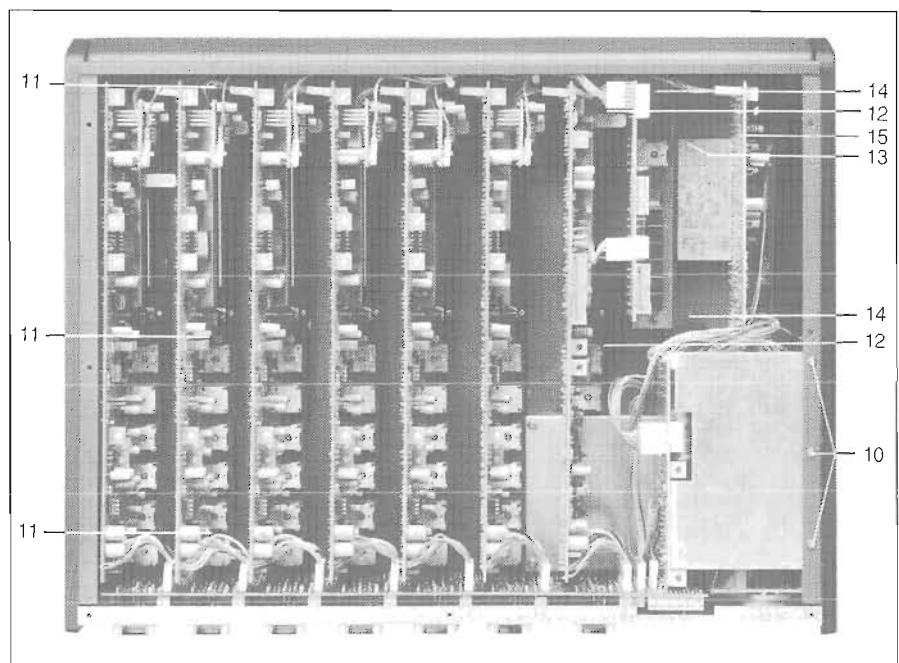
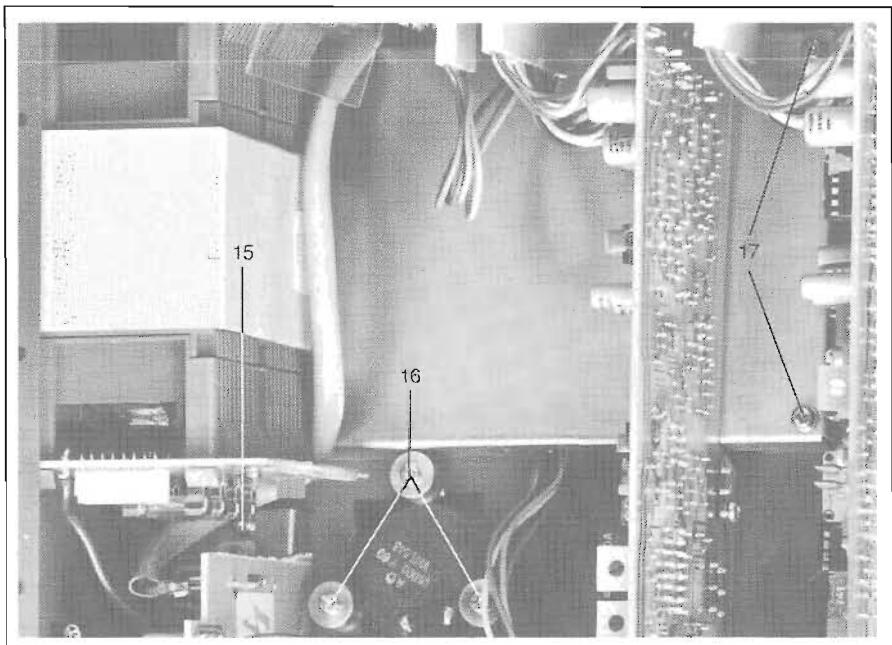

Fig. 5
Fig. 6
- 3 Schrauben Fig. 5 [10] lösen.
- 3 Schrauben Fig. 5 [11] lösen.
- 2 Schrauben Fig. 5 [12] lösen.
- 1 Schraube Fig. 5 [13] lösen.
- 2 Schrauben Fig. 5 [14] lösen.
- 2 Schrauben Fig. 5 [15],Fig. 6 [15] lösen.
- Am Lautsprecher die 3 Schrauben Fig. 6 [16] lösen und die Klemmhülsen von den Mutterbolzen entfernen.
- 2 Schrauben Fig. 6 [17] lösen. Abschirmblech und Anzeige-Einheit können entfernt werden.